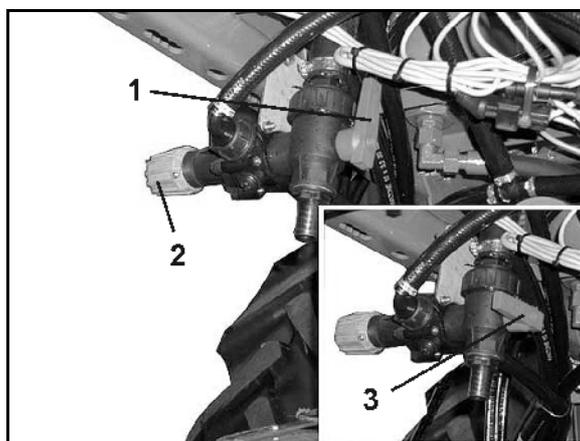

Bild 69
- DUS-omkopplingskran (Bild 69/1).
- DUS-tryckbegränsningsventil (Bild 69/2). DUS-tryckbegränsningsventilen är från fabrik fast inställd, den reducerar trycket i omloppssystemet.
Då DUS-omkopplingskranen står i position (Bild 69/1), är tryckomloppssystemet inkopplat.
Då DUS-omkopplingskranen står i position (Bild 69/3), är tryckomloppssystemet urkopplat.